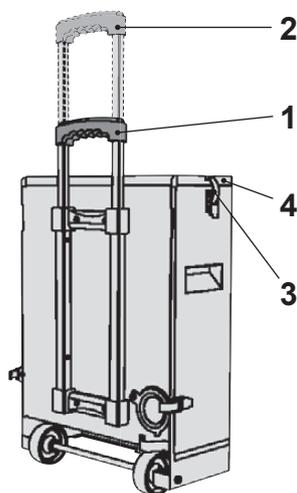

Fig. 05
4. Per sollevare il ceneraio collocare la maniglia a scomparsa nella prima posizione (1, Fig. 05), finché non scatta in sede e afferrare con la seconda mano la parte inferiore del ceneraio. Per tirare il ceneraio collocare la maniglia a scomparsa nella seconda posizione (2, Fig. 05), finché non scatta in sede.
5. Per lo svuotamento aprire entrambi le chiusure di bloccaggio superiori (3, Fig. 05) e rimuovere il coperchio (4, Fig. 05).